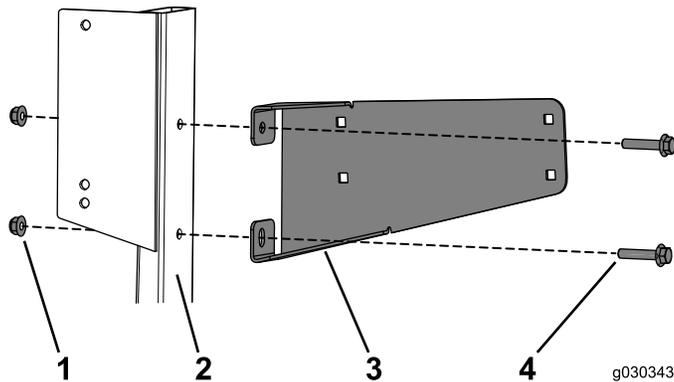

Bild 30
1. Befestigen Sie die Behälterbefestigung mit zwei Bundkopfschrauben (5/16" x 1-1/2") und zwei Bundmuttern an der Rohrbefestigung im Motorraum (Bild 30).